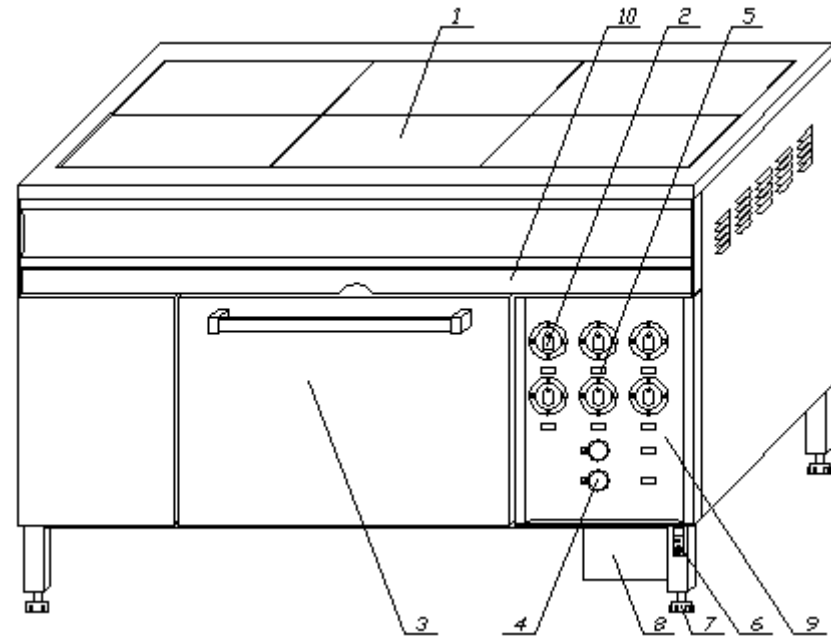

Рисунок 1
4.1 Общий вид плиты приведен на рисунок 1.